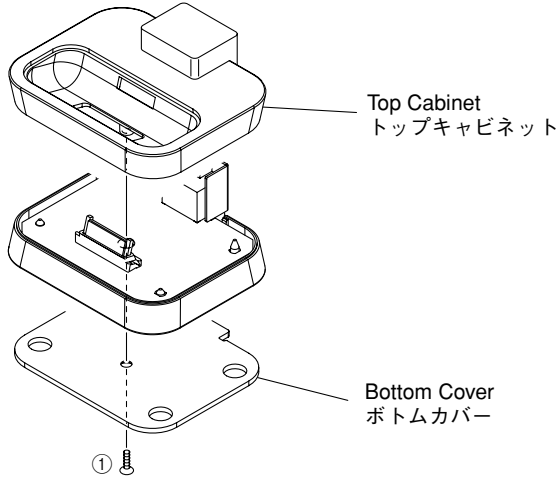

Fig. 1
- a. Remove 1 screw (①). (Fig. 1)
- a. ①のネジ1本を外します。(Fig. 1)